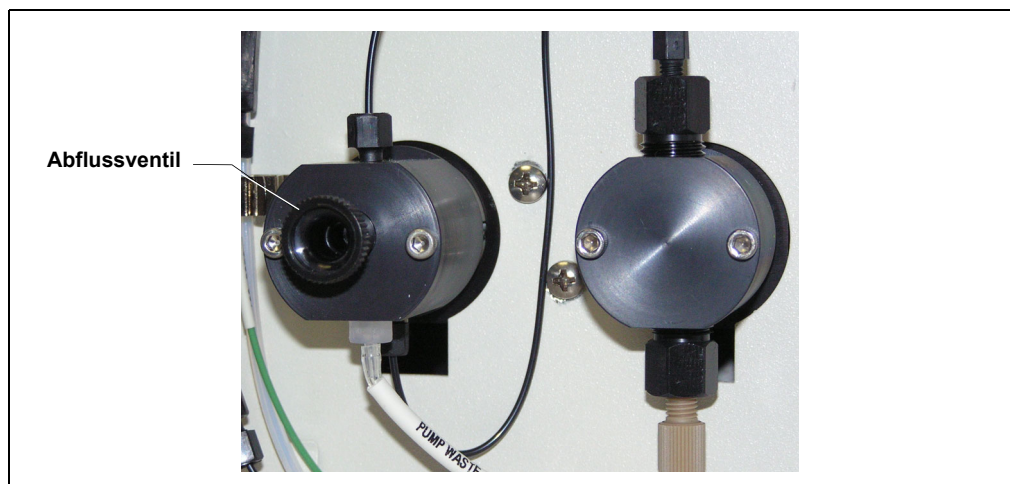

Abbildung 5-12. Abflussventile
2. Drehen Sie zum Entfernen des Abflussventils vom Pumpenkopf (siehe Abbildung 5-12) den Knopf entgegen dem Uhrzeigersinn, bis der Knopf locker ist. Ziehen Sie ihn dann gerade aus der Höhlung im Pumpenkopf heraus.